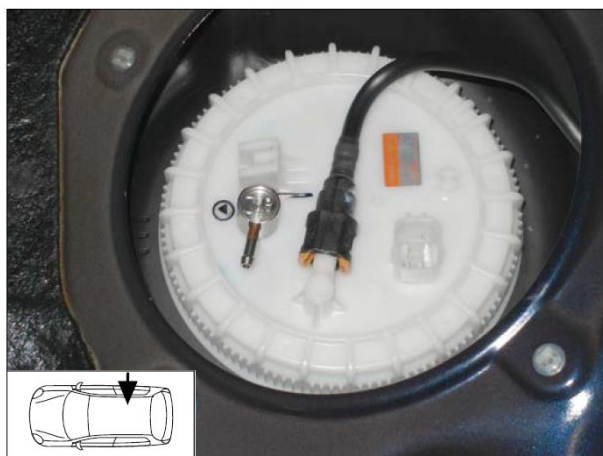

Рис.54
► FuelFix 1 выравнивать согласно рис.54